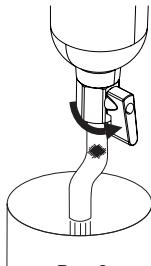

Рис. 2.
- Для включения обратной промывки фильтрующего элемента, не прекращая подачу воды, поверните шаровый кран на 90° вниз (рис. 2) и приведите в вертикальное положение («Открыто»).